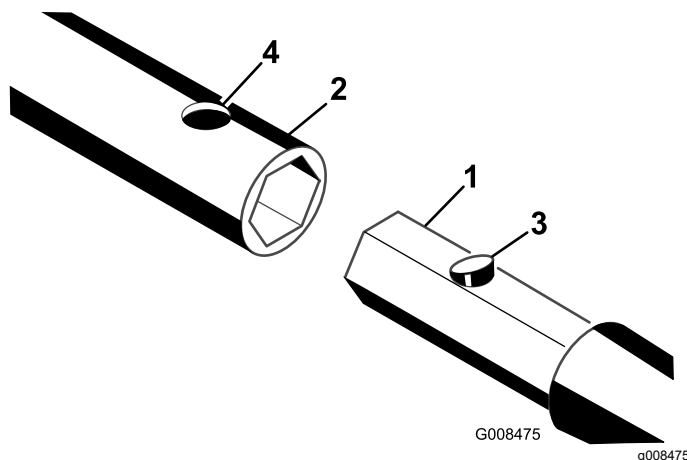

Figura 25
3. Deslice el extremo hexagonal de una varilla, una broca o un escariador en el alojamiento. Alinee el orificio del alojamiento con el conector de botón (Figura 25).
4. Presione el conector de botón e introduzca el extremo a presión en el alojamiento hasta que el conector encaje en el orificio del alojamiento (Figura 25).